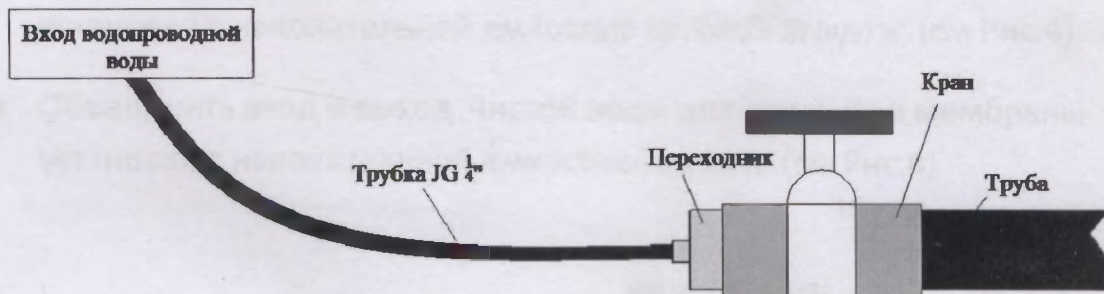

Рис. 2
- Подключить трубку JG $\frac{1}{4}$ " с надписью «Вход водопроводной воды» к переходнику AMC0407 (см. рис. 2).
- Открутить верхнюю крышку корпуса мембраны (Рис. 2) .